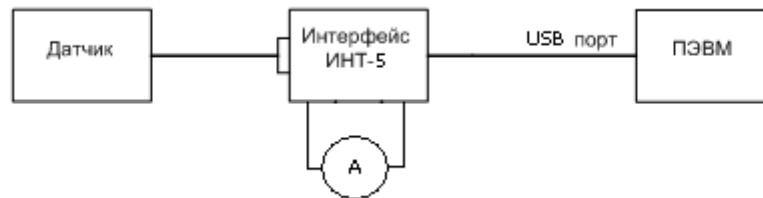

Рис. 4. Схема подключения датчика для тарировки.
12.3.1. Выполнить подготовительные работы. Установить датчик силы ИВЭ-50-2.4 на бывший в работе вытянутый канат того же диаметра, что и канат, установленный на ключе. Подключить датчик к персональному компьютеру через интерфейс ИНТ-5, а также амперметр как показано на рис. 4. При калибровке датчик с канатом, диаметр которого указывается в п. 15 паспорта, устанавливается на или силозадающем устройстве.